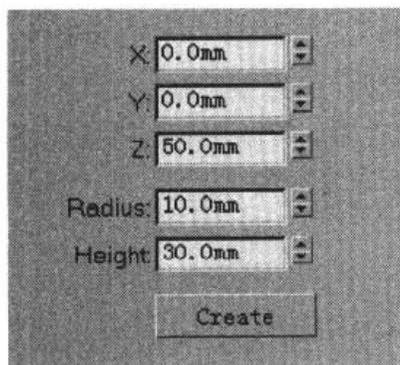

图 1-9 输入数值结果
Step 2 单击 Create 命令面板中的 Cylinder 按钮，准备建立一个圆柱体，在 Keyboard Entry（键盘输入）展卷栏中输入数值，如图 1-9 所示，使圆柱体的半径为 10 毫米，高为 30 毫米，将 Z 坐标值设定为 50。